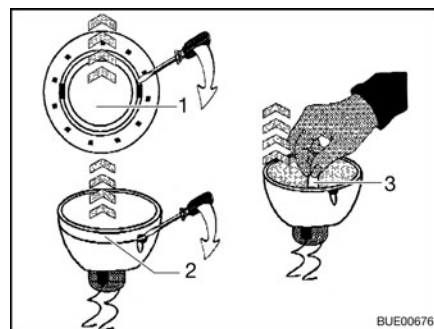

Fig. 170 Remplacer l'ampoule halogène
- Desserrer la bague de recouvrement intérieure (Fig. 170,1) du boîtier avec un tournevis.
- Défaire la bague de recouvrement avec le panneau en verre (Fig. 170,2) de la partie inférieure de la lampe halogène encastrée à l'aide d'un tournevis.
- Retirer l'ampoule halogène (Fig. 170,3).